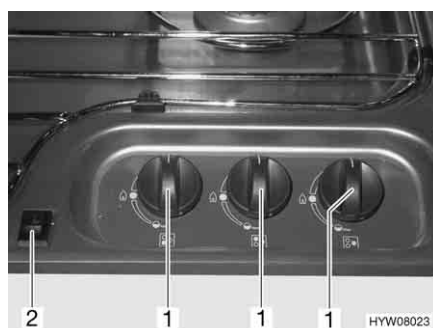

Fig. 144 Elementi di comando del fornello a gas
- Ruotare il pomello girevole (Fig. 144,1) dell'impianti a fiamma libera desiderato in posizione accesa (fiamma alta).
- Premere l'interruttore a bilico (Fig. 144,2). Sul bruciatore vengono prodotte scintille.